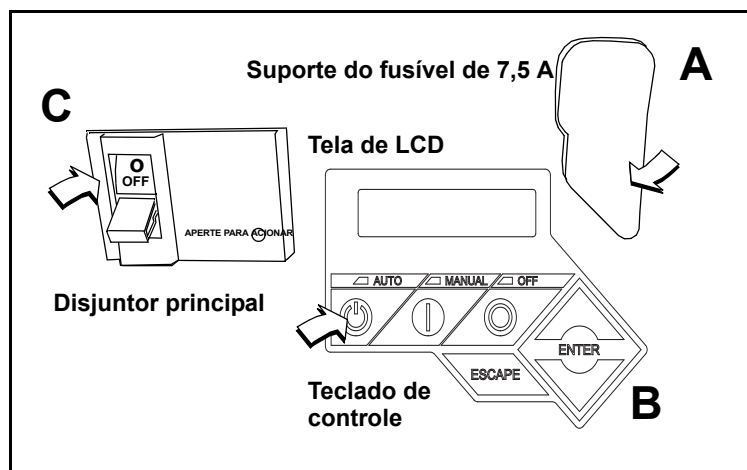

Figura 5-20. Painel de controle do gerador
1. Puxe a aba de borracha cobrindo o porta-fusível e instale o fusível de 7,5 A. Ver A na Figura 5-20.
3. Pressione AUTO no teclado de controle. Um LED verde acende para confirmar que o sistema está em modo AUTO. Ver B na Figura 5-20.
4. Posicione a chave do disjuntor principal na posição ON (Fechado). Ver C na Figura 5-20.